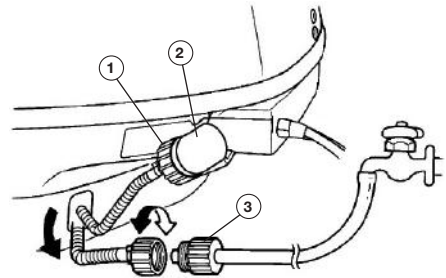

Рис. 48 Промывка системы охлаждения с помощью встроенного шланга
2. Открутите коннектор 1 шланга для промывки от фитинга 2, находящегося на корпусе мотора (Рис. 48).
3. Соедините коннектор шланга 3 шланга, подключенного к водопроводу (Рис. 48).